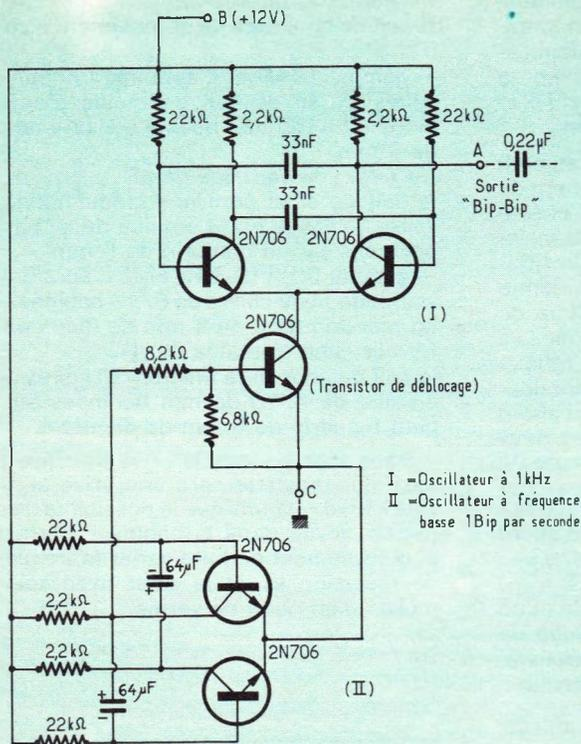

Figure 6
Un second montage de modulateur de type « bip-bip » (figure 6) utilise quant à lui deux multivibrateurs à fréquences différentes; le premier multivibrateur (I) délivre un signal rectangulaire à fréquence approximative de 1 kHz; il est mis en marche par le déblocage du transistor monté en série dans le retour des deux émetteurs à la masse; ce transistor est lui-même commandé par un second multivibrateur (II) délivrant un signal rectangulaire à fréquence beaucoup plus basse (1/2 Hz ou 1 Hz) qui bloque et débloque alternativement le transistor de déblocage, lui-même commandant l'oscillateur à 1 kHz; il s'ensuit un signal de sortie en forme de « bip-bip » analogue à un signal d'alarme et beaucoup plus perceptible qu'un simple signal continu. Nous avons utilisé des transistors d'un modèle unique